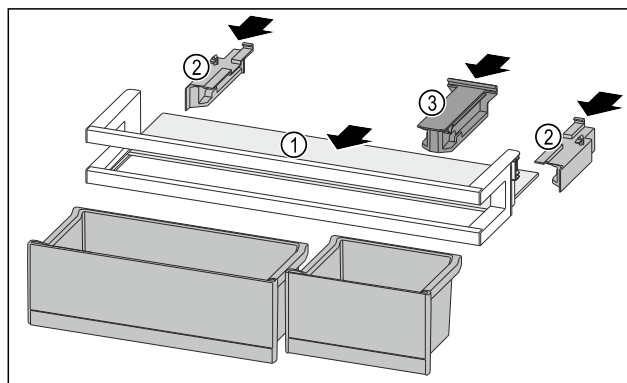

Fig. 211
- Futni raftin mbajtës Fig. 211 (1) në folëtë anësore.
- Vendosni pjesët anësore Fig. 211 (2).
- Vendosni pjesën mbajtëse Fig. 211 (3).